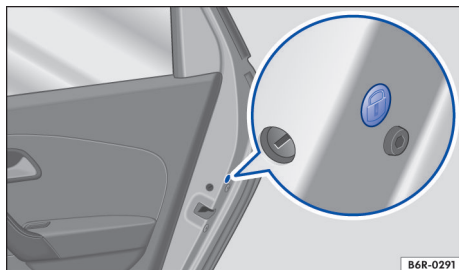

Fig. 60 Na porta traseira: travamento de emergência, coberto por uma vedação de borracha.
- Remover a vedação de borracha  na lateral da porta → **Fig. 60**.